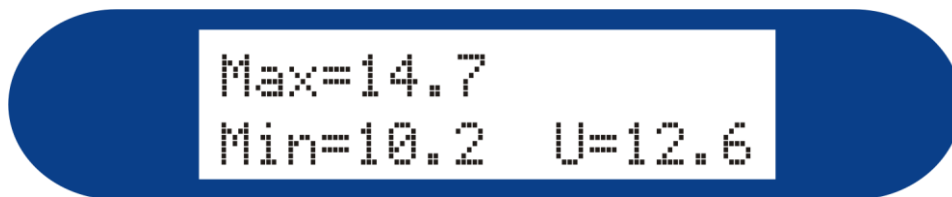

Рисунок 7
2. Нажмите и удерживайте кнопку \blacktriangleleft , затем нажмите кнопку \blacktriangleright . На индикаторе установки появятся значения минимального и максимального зарегистрированного напряжения, а также текущее значение напряжения. Если перед этой процедурой производился запуск двигателя стартером, то по минимальному значению напряжения можно оценить состояние аккумуляторной батареи автомобиля (рисунок 7).